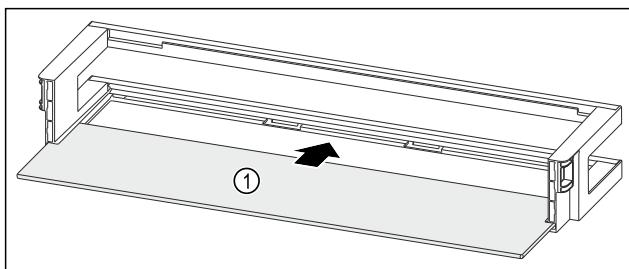

Fig. 174 Türabsteller mit Abstellfläche
- Abstellfläche Fig. 174 (1) in die seitlichen Aussparungen einschieben.